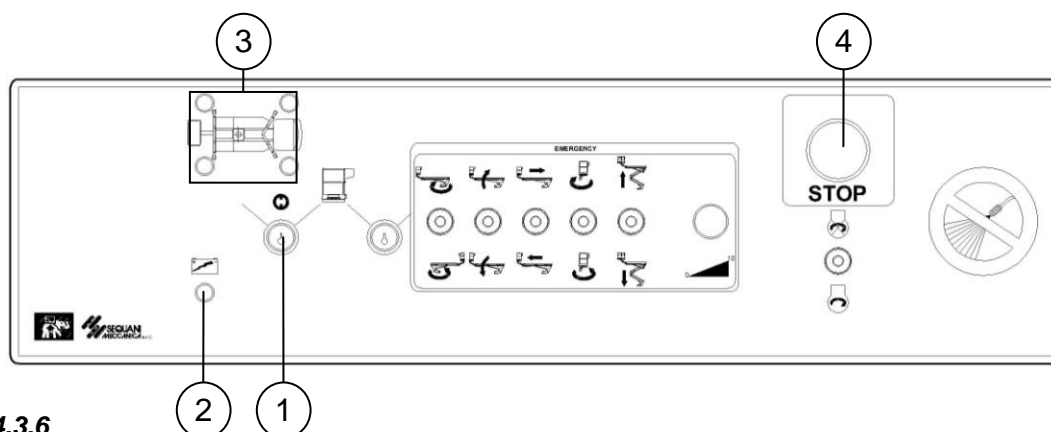

fig. 4.3.6
- ruotare la chiave del selettore (**pos.1 fig. 4.3.6**) nella posizione "Piattaforma di lavoro"
- inserire la chiave nel selettore del quadro comandi a terra e ruotarla in posizione "stabilizzatori" (*pos. 1 fig. 4.3.6*)
- verificare lo spegnimento delle spie gialle degli stabilizzatori (*pos. 3 fig. 4.3.6*)
- ruotare la chiave nella posizione "neutra" ed estrarla dal selettore (*pos. 1 fig. 4.3.6*).